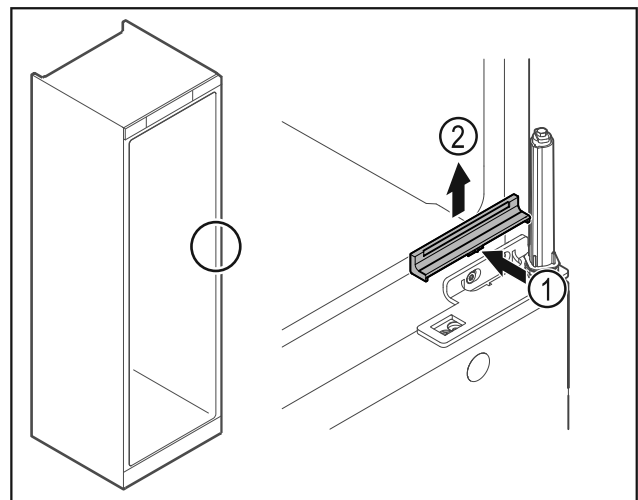

Fig. 26
- Premere leggermente la copertura Fig. 26 (1) al centro e rimuoverla sollevandola verso l'alto Fig. 26 (2).